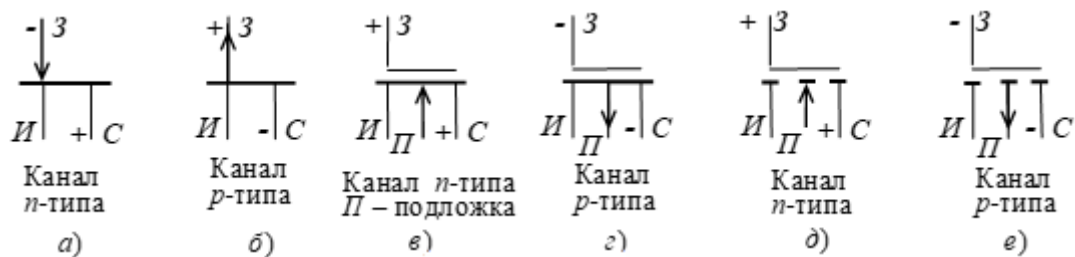

Рисунок 1
- с управляющим затвором типа p - n -перехода для использования в высокочастотных (до 12...18 ГГц) преобразовательных устройствах. Условное их обозначение на схемах приведено на рис. 1, а и б;
- с изолированным (слоем диэлектрика) затвором для использования в устройствах, работающих с частотой до 1...2 ГГц. Их изготавливают или со *встроенным каналом* в виде МДП-структуры (см. их условное обозначение на рис. 1, в и г), или с *индуцированным каналом* в виде МОП-структуры (их условное обозначение на схемах дано на рис. 1, д и е).